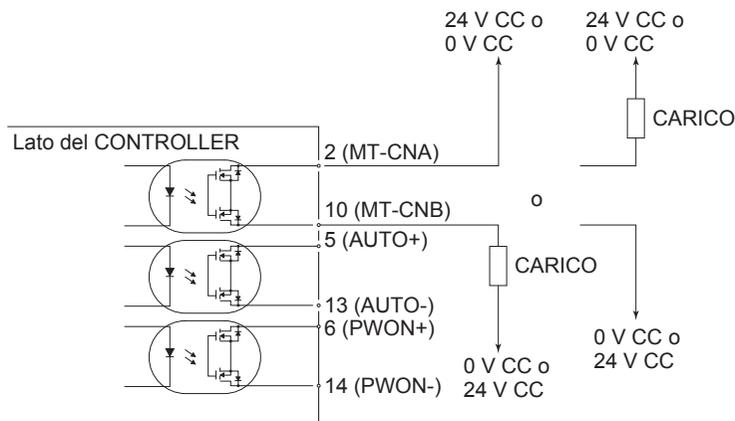

Fig. 39
- Tensione applicata (V) \leq CC + 30 V
Usare una sorgente di alimentazione esterna per i circuiti d'uscita. Si raccomanda di usare una presa d'ingresso/uscita B ④ separata per l'alimentazione. Per i collegamenti vedere la Fig. 39.